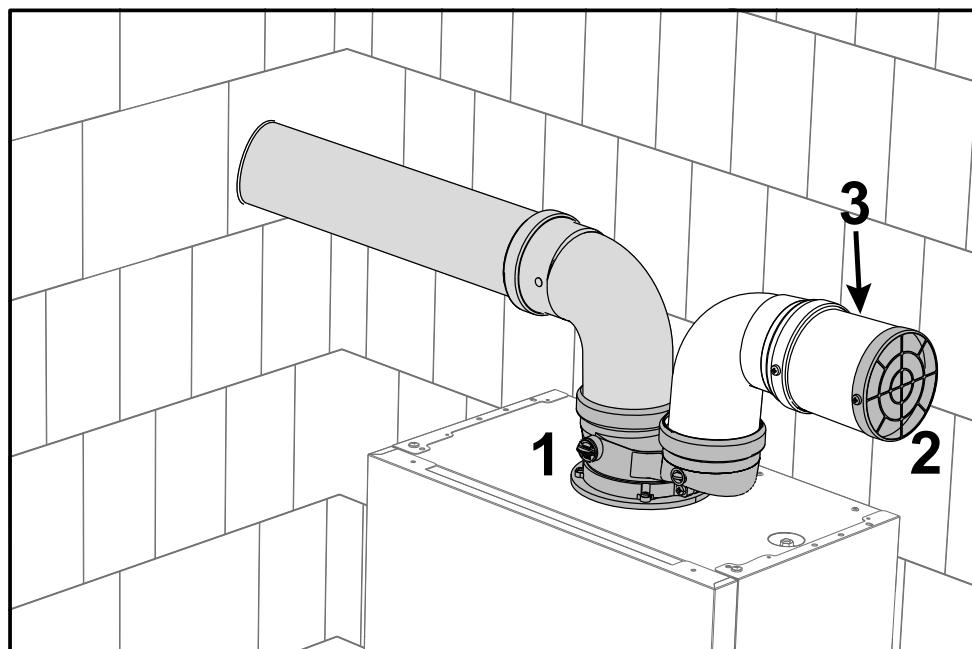

fig. 47 - Griglia di protezione
Installare l'accessorio di partenza (rif. 1 fig. 47 - cod. 041082X0). Nel condotto di aspirazione deve essere montata la griglia di protezione (rif. 2 - fig. 47 - cod. 1KWMA85A). Se necessario, inserire un tronchetto (3) fra griglia e accessorio.